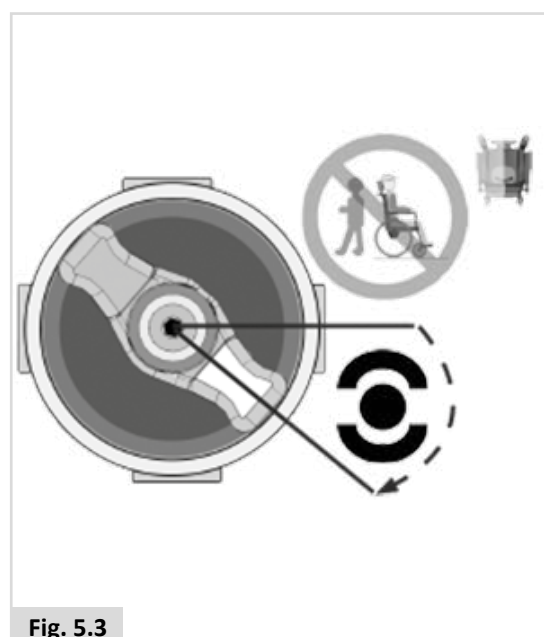
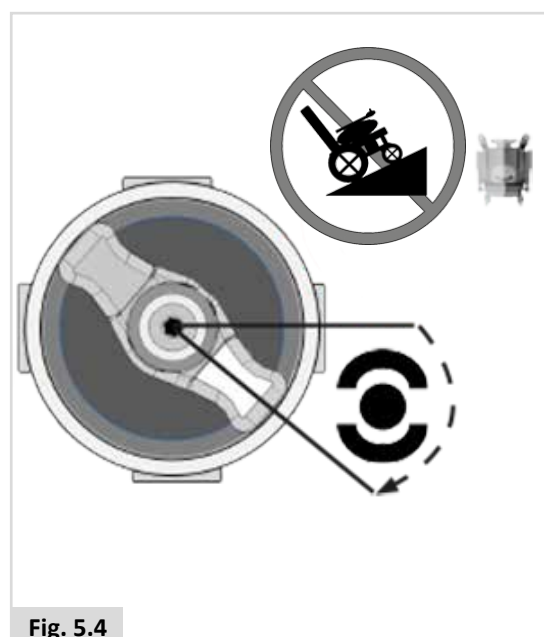

Fig. 5.3
Fig. 5.4
2. Pour le débrayage des moteurs : (Fig. 5.3 - Fig. 5.4).